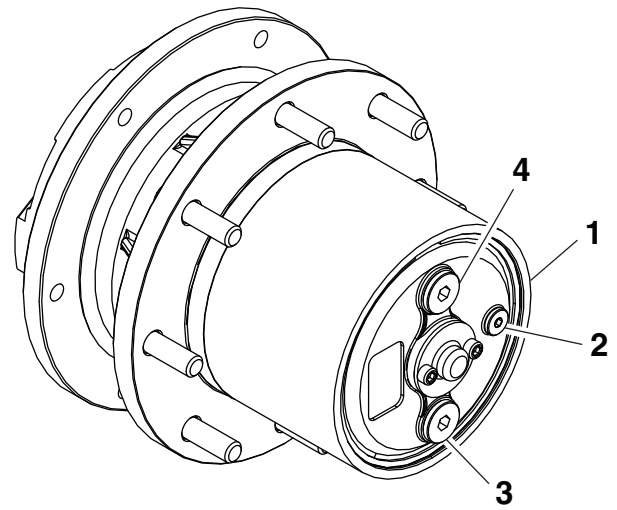

Figura 57
4. Retire la rueda y oriente la caja de engranajes con el orificio de vaciado hacia abajo y el orificio de llenado hacia arriba (Figura 57).
5. Coloque un recipiente de vaciado debajo de cada orificio de verificación (Figura 57).
Retire el tapón de vaciado, el tapón de verificación y el tapón de llenado para permitir el vaciado del fluido (Figura 57).
6. Instale el tapón de vaciado y añada aceite hasta que salga del orificio de verificación (Figura 57).